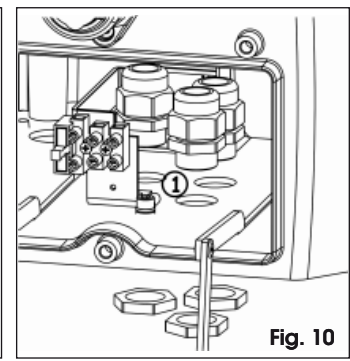

Fig. 10
3. Montare i tre pressacavi in dotazione nei rispettivi fori presenti sotto il corpo motore Fig. 10 rif. ①, rispettando l'orientamento di Fig. 10.